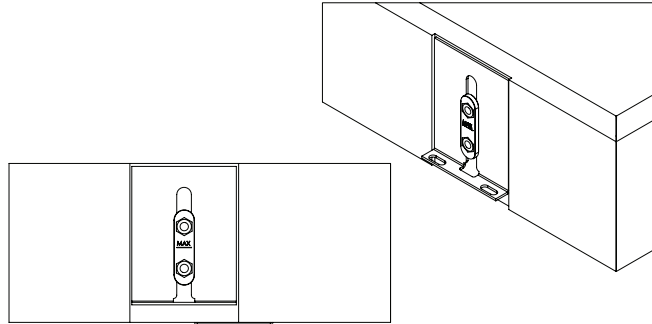

Abbildung 12
5. Befestige die L-Klammern an die Laschen mit den 8 mitgelieferten Metallschrauben. (s. Abb. 12)